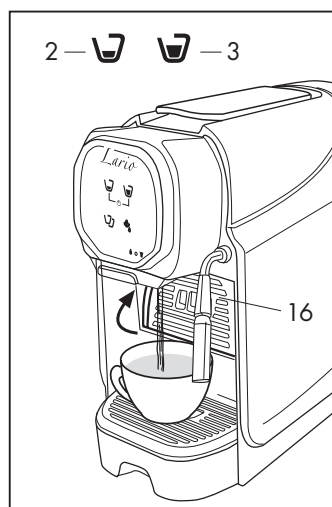

Fig. 6
- Les symboles (2-3-12-13) clignotent jusqu'à ce que la température voulue soit atteinte ; quand les symboles (2-3-12-13) restent allumés fixe, la machine est prête à être utilisée. Fermer le support de tasse petit (16), poser une tasse sur la grille puis appuyer sur un symbole de distribution (2-3) : ensuite la machine distribue de l'eau (**Fig. 6**) ; appuyer à nouveau sur le symbole une fois la quantité d'eau voulue est atteinte. L'opération de rinçage est terminée quand au moins trois tasses d'eau ont été distribuées.